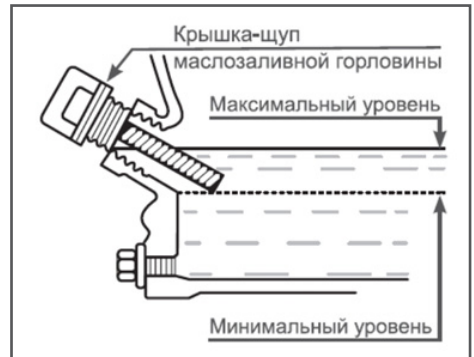

Рис. 6 Проверка уровня масла в картере
Максимальный уровень масла в картере соответствует нижней кромке заливного отверстия (Рис. 6).
- Аккуратно извлеките щуп и осмотрите его. Уровень масла должен соответствовать верхней отметке на щупе. При недостаточном уровне масла в картере необходимо долить чистое масло до верхней отметки на щупе, что соответствует нижней кромке заливного отверстия (Рис. 6).